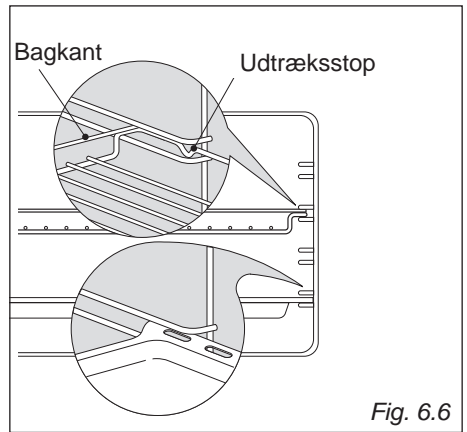

Fig. 6.6
- Bageplade og grillrist skubbes ind i ribberne (Fig. 6.6). Risten skal vende med udtræksstoppet i siden og med bagkanten bagerst i ovnen.